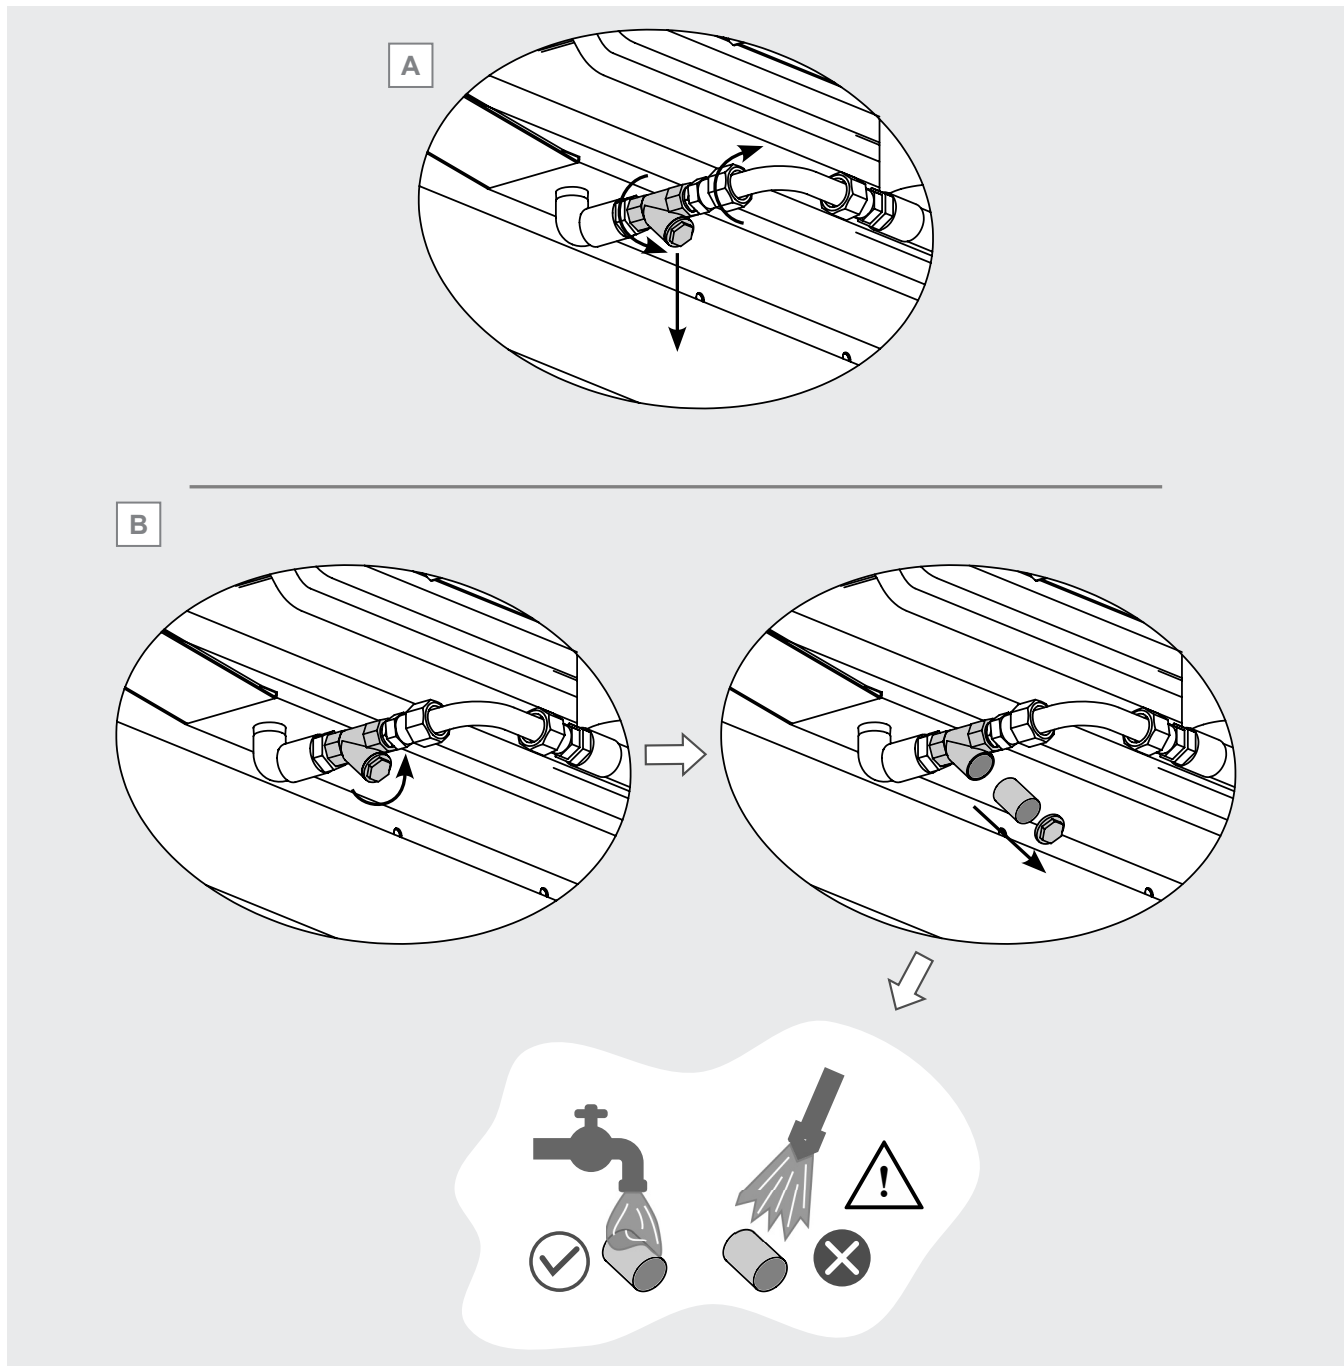

Figura 31
12.18.6 Si es necesario sustituir todo el filtro, desenrosque las conexiones de los extremos, véase la Figura 31 A: primero el acoplamiento rápido y después la tuerca. Retire el filtro y sustitúyalo por uno nuevo con las mismas dimensiones y características: preste atención a la presión nominal que figura en la carcasa. En caso necesario, póngase en contacto con Modine.
12.18.7 Para limpiar el filtro, desenrosque la tapa de cierre situada en la parte inferior del cuerpo, retírela y extraiga la cestilla interior. Tenga cuidado de no dañar la cestilla. Ver la Figura 31 B.